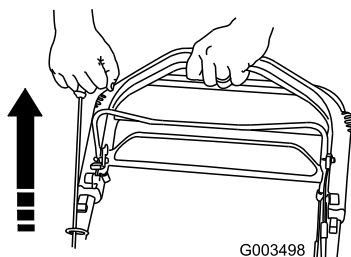

Bild 22
3. Ziehen Sie den Rücklaufstarter (Bild 22).